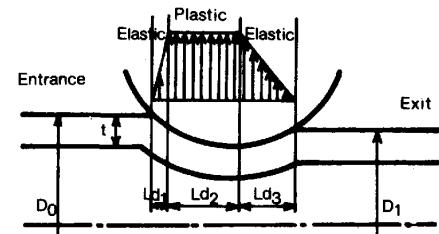

Fig.2 Distribution of rolling force in sizer rolling after quench & temper
(1) 圧延荷重式：熱処理後サイザー圧延における各スタンドの圧下は0.1～1.0%と軽圧下であるため、通常の熱間圧延と比較して、圧延荷重に及ぼす弾性変形の影響が顕著になってくる。ロールバイト内での圧延圧力分布を、Fig.2に示すように、圧延出側における材料の弾性回復を考慮した形で与える。以上より、熱処理サイザー圧延荷重 $P$ は、次式で計算される。(Fig.2参照)